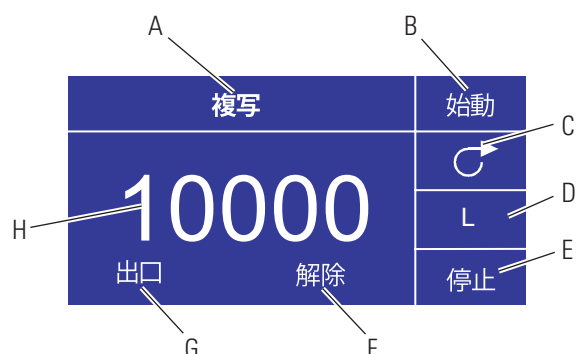

図 3-8. コピー設定スクリーン
- D. コピー量スクリーン：コピーセッティングスクリーン、図3-8参照。